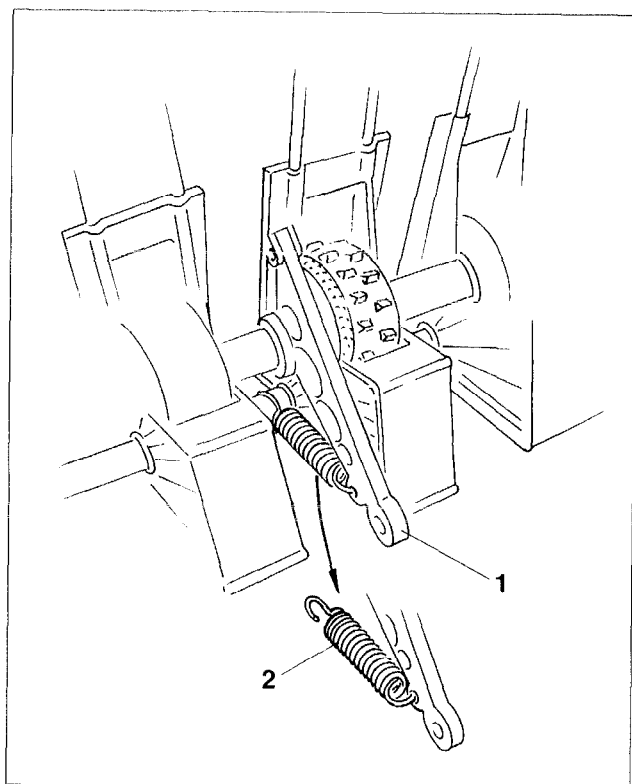

Fig. 7.22
- Die Säwellen-Andrucklager (Fig. 7.22/1) sind federnd gelagert. Zugfedern (Fig. 7.22/2) entfernen.
- Säwellen-Andrucklager (Fig. 7.22/1) mit Zugfedern (Fig. 7.22/2) befestigen.